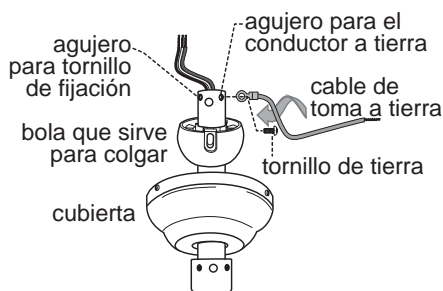

figura 4
4. Deslice la cubierta, si se había quitado, y la bola que sirve para colgar por el vástago (y el cableado)--la bola que sirve para colgar tiene que estar volteada con la parte *redonda* dando al bastidor del motor. Desenvuelva el cable de toma de tierra VERDE. Utilice el anillo de metal en el extremo del cable de toma de tierra verde para sujetar el tornillo de tierra VERDE a la parte superior del vástago como se muestra en la figura 4. [Nota: Al estar fijándose en la parte superior del vástago, el agujero pequeño que está aproximadamente entre los dos agujeros más grandes es el que se debe usar para el tornillo de tierra. El *otro* agujero pequeño es el que se va a usar para el tornillo de fijación y se utilizará en el paso 5.]